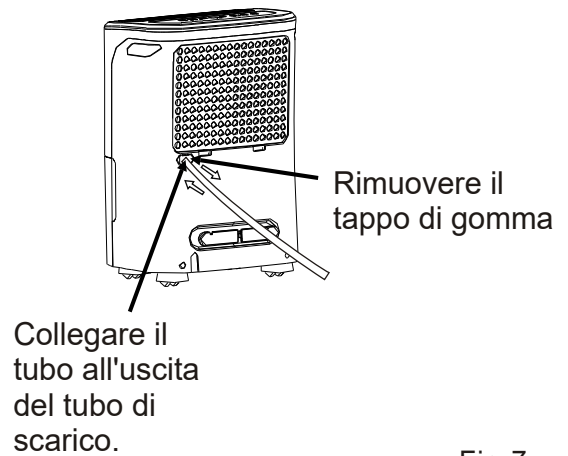

Fig.7
- Rimuovere il tappo di gomma dall'uscita del tubo di scarico posteriore. Collegare un tubo di scarico (ID = 13,5 mm) e condurlo allo scarico a pavimento o in una struttura di drenaggio adatta (vedere Fig.7).